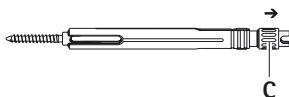

Рис. 6
- Поверните зажимной винт **С** в направлении стрелки пока не станет видна резьба в направлении рабочего конца, см. Рис. 6.